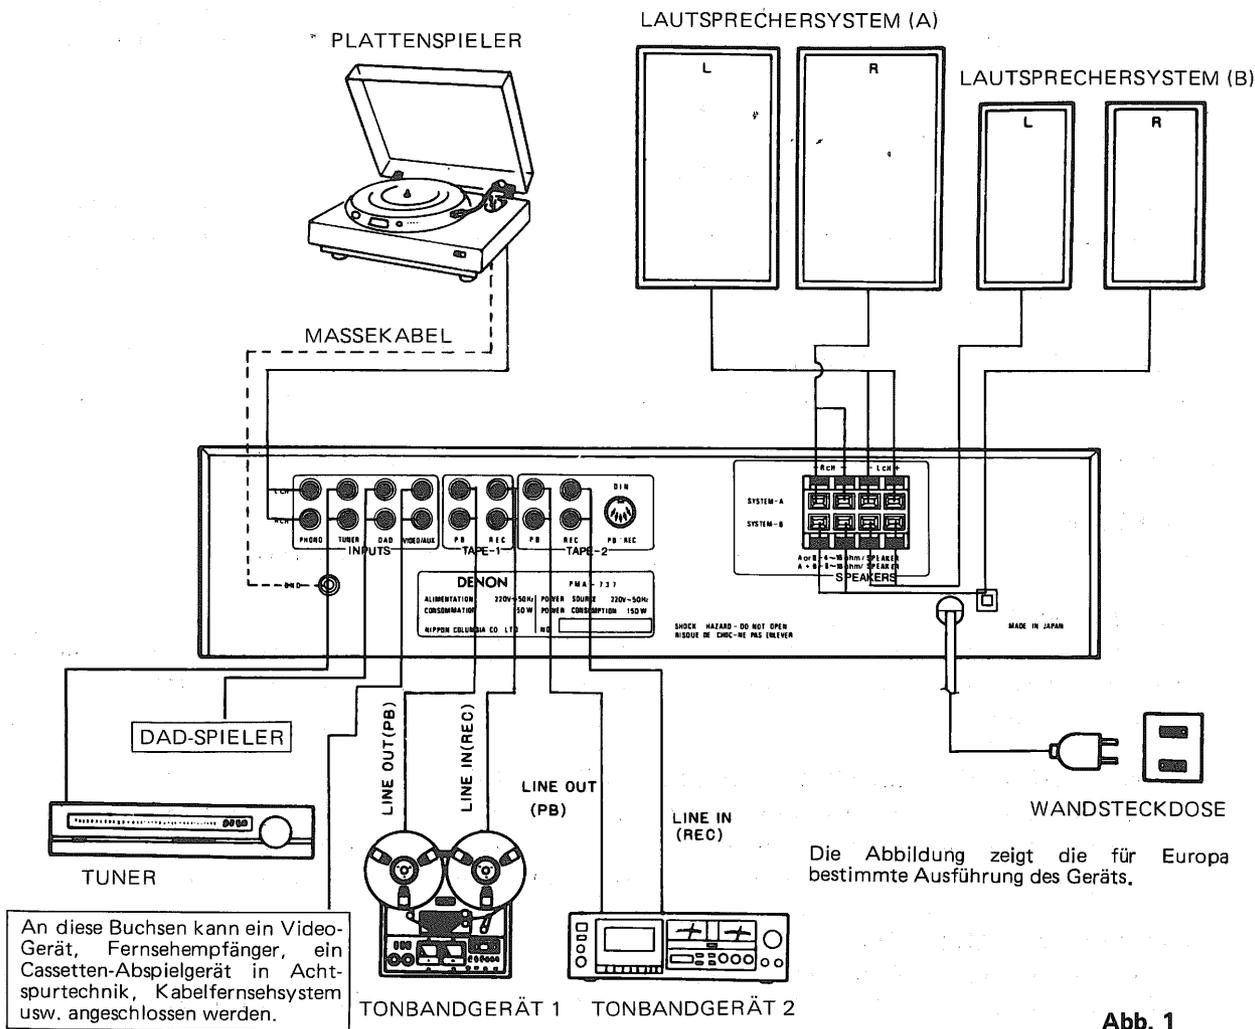

Abb. 1
- Darauf achten, daß alle Anschlüsse gemäß Anschlußdiagramm (Abb. 1) ausgeführt wurden.